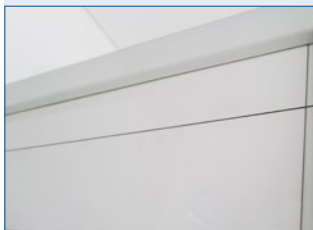

Abb. 3.3.2
- Justieren Sie nun das Toppaneel damit sich kein Luftspalt zwischen Portal und Paneel bildet (Abb. 3.3.2). Ist ein Luftspalt zu sehen, ist das Toppaneel falsch justiert (Abb. 3.3.3).